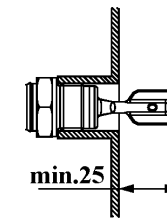

Рисунок 9
2.4.4 При установке в емкости и трубопроводы лопатки СУ должны полностью выступать внутрь и ориентироваться вертикально (см. рис. 9). Также следует учитывать возможность налипания на стенки емкости в зоне установки вязких фракций. Для исключения влияния